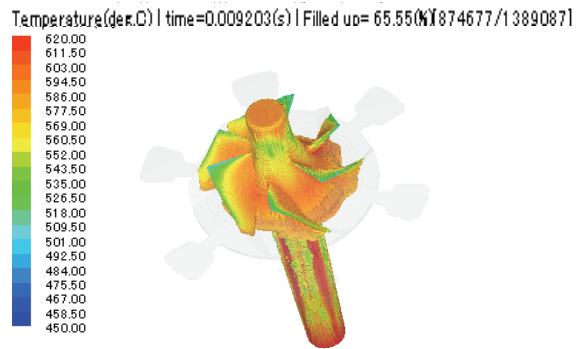
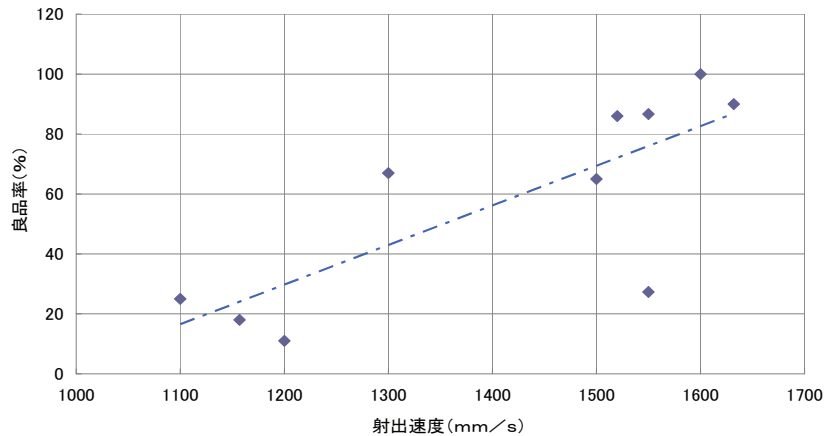

図2. コンプレッサーホイールの成形後の温度分布
図3. 射出速度と良品率の関係
(2) コンプレッサーホイールの成形条件の最適化
基礎検討で得られたデータをもとに、6枚羽（長翼3枚+短翼3枚）のコンプレッサーホイールの試作成形を行いました。羽の先端部の欠けなど新たな課題が顕在化したため、①ノズル径の違いによる影響、②保圧の違いによる影響、③サックバック設定による影響、④冷却時間の違いによる影響、⑤射出速度の違いによる影響、の5項目につき詳細な調査を行いました。その結果、保圧が低い場合、特に長翼に不良が発生することや、**図2**に示したように、シミュレーション解析から、羽の先端部では成形後の温度低下が最も早いことがわかりました。長翼は厚みが薄く、湯流れの観点からも充填が難しい箇所であるため、射出速度の影響を受けやすいことが考えられます。そこで対策として、ノズル径を小さくするとともに、射出条件の見直しを行いました。その結果、**図3**に示したように、射出速度を上げることによってショート不良が大幅に低減し、羽の寸法も目標値に近づき良品率が向上しました。溶湯の速度が上がった結果、羽の角部の充填率が向上したものと予想されます。また、保圧条件の改善により重量の向上も見られ、内部鑄巣も低減されたと考えられます。
(3) 12枚羽のコンプレッサーホイールの試作